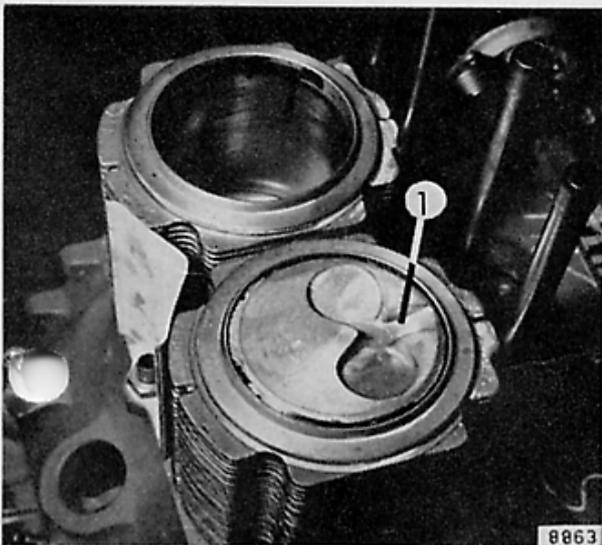

Fig. 49
Lorsqu'il sera nécessaire de monter un nouveau piston, veillez à ce que le canal (1) pratiqué sur le fond du piston soit orienté en direction de la chambre de turbulence – Figure 49 –.